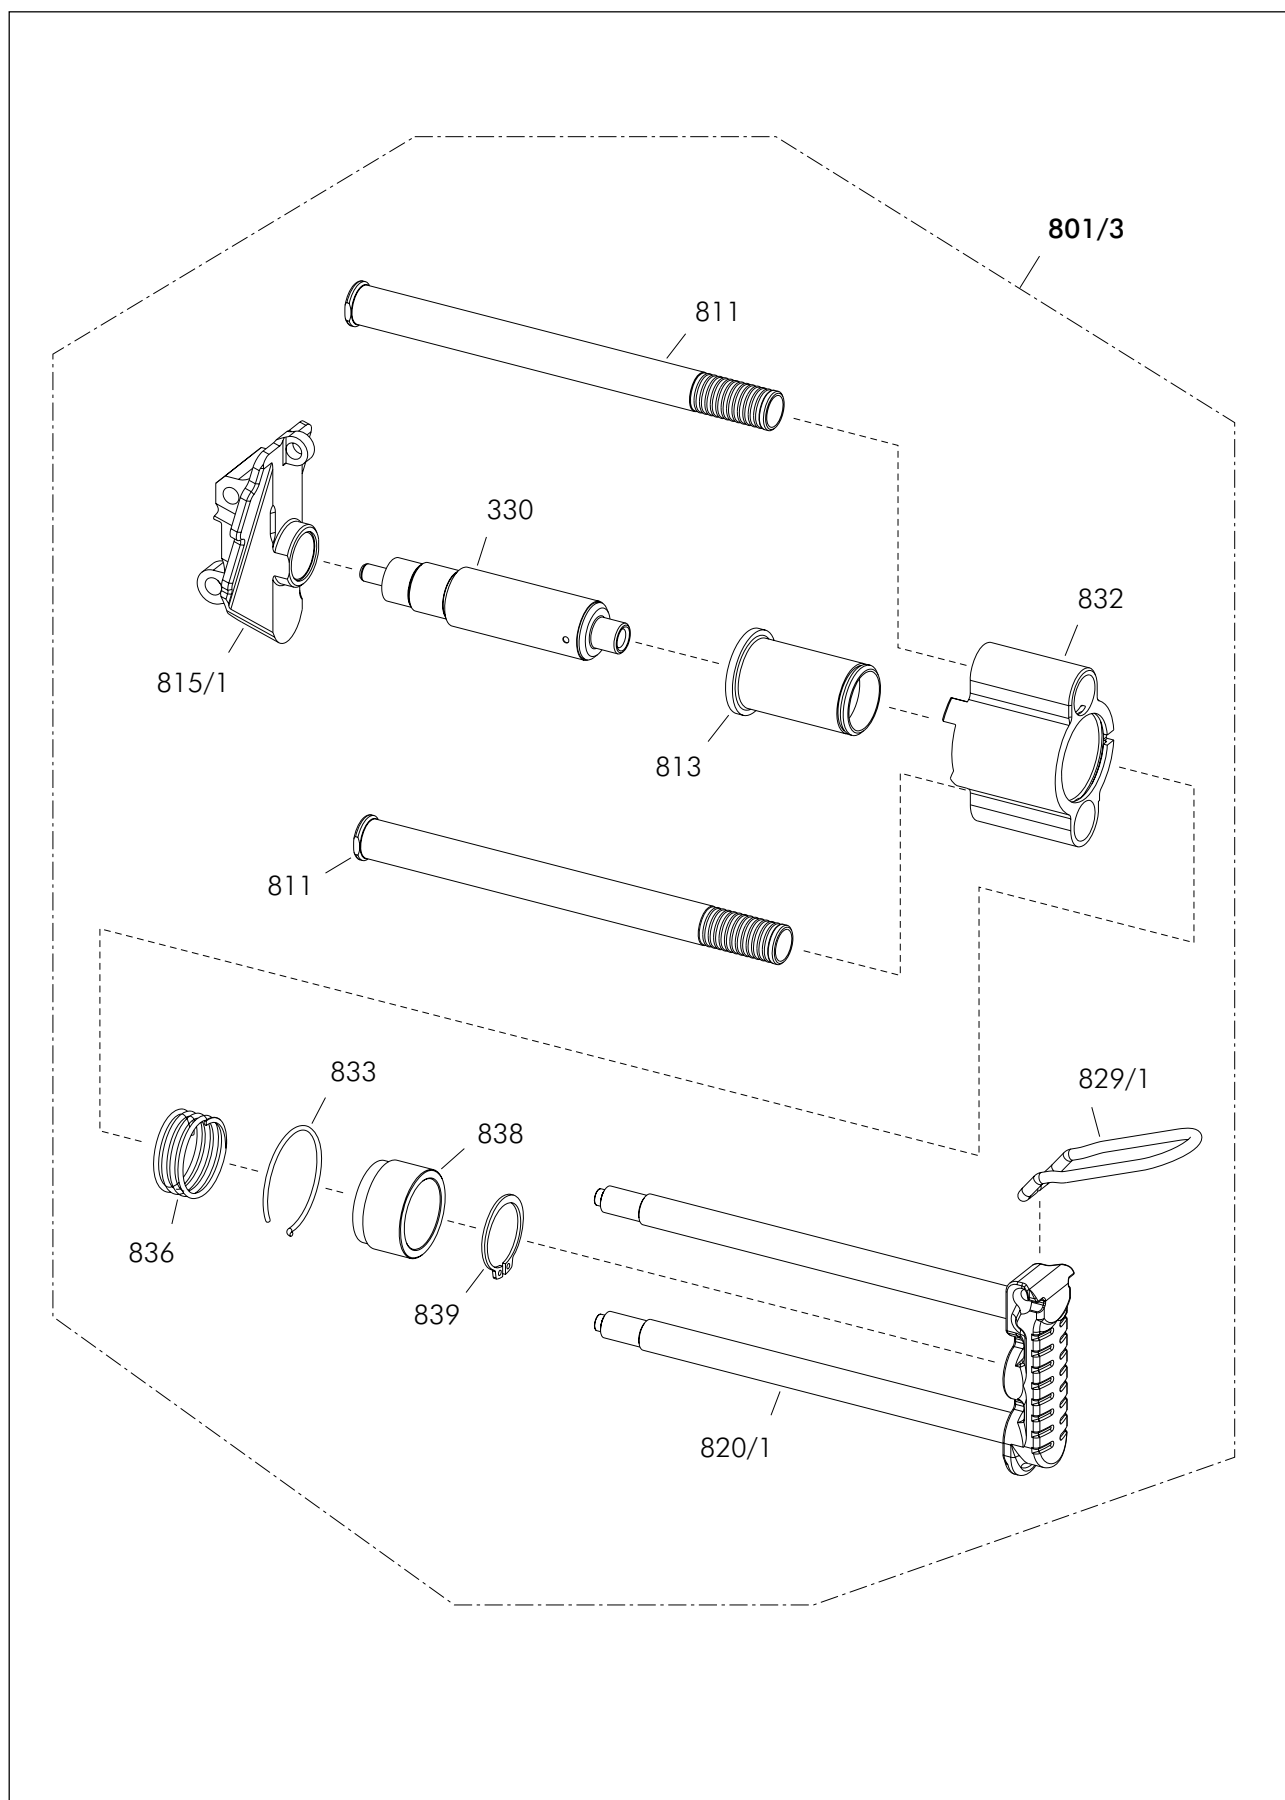

Fig. 3.h.2 - Grupo culata corrediza [7] (solamente MINIMI™ 7,62 culata corrediza)
**3.7. GRUPO CULATA CORREDIZA [7] (Fig. 3.h.2)***(solamente MINIMI™ 7,62 culata corrediza)*